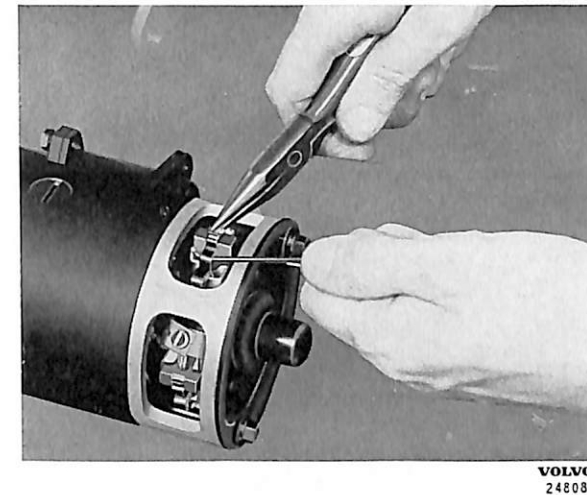

Bild 16. Demontering av elborstar.
2. Lyft fjädrarna för elborstarna och drag upp dessa, bild 16.